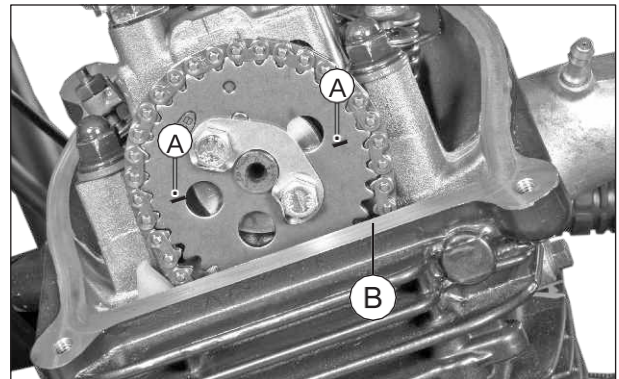

Fig. 3.167
- En esta posición, monte el piñón de distribución en el eje de levas, de tal forma que las marcas del piñón de distribución (A) que queden paralelas con la superficie plana de la culata (B). (Fig. 3.167)